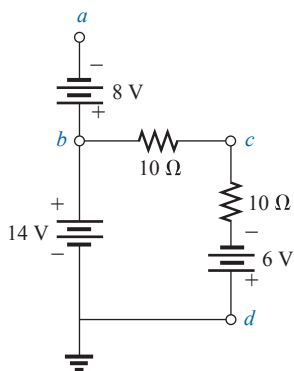

Figura 5.123 Problema 40.
40. Para o circuito na Figura 5.123, determine as tensões a seguir: